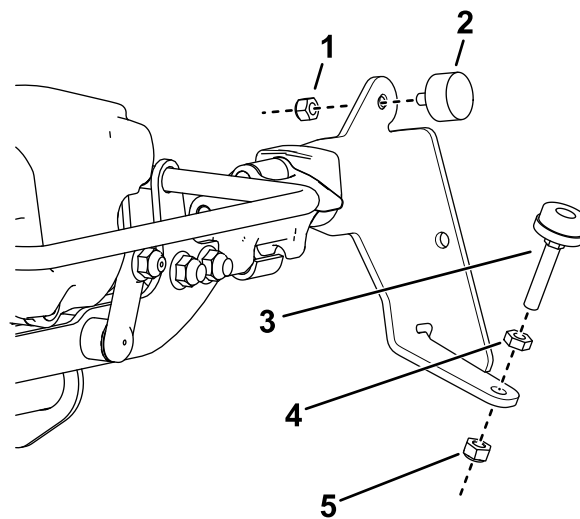

Figur 4
2. Monter et børstebeslag på hver side af klippeenheden med 2 bolte (5/16" x 3/4") som vist i Figur 4.